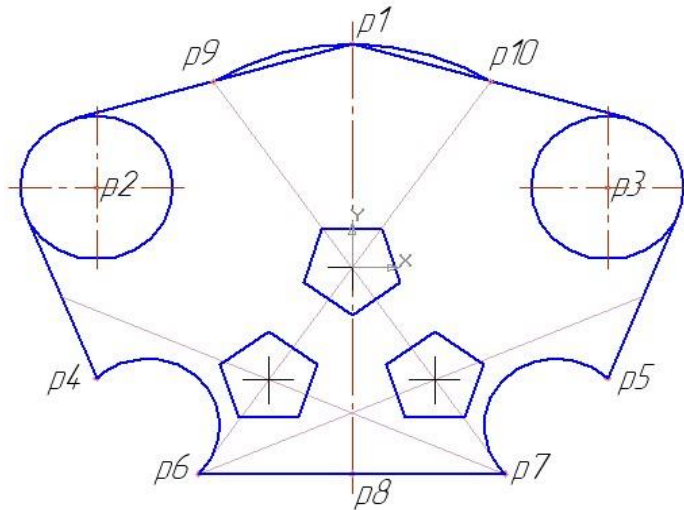

Рис. 3.18
1.7 Побудуйте дуги по двох точках ($p4-p6$ та $p5-p7$) і по трьох точках (точка $p1$ та середини дотичних до кіл відрізків, проведених із точки $p1-p9$, $p10$). Зверніть увагу на послідовність вибору точок при проведенні дуг. Утворюється наступне креслення (рис. 3.18).